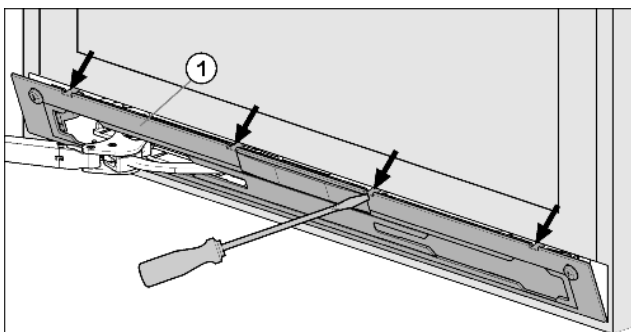

Fig. 8
- ▶ Déclipser le panneau Fig. 8 (1) à l'aide d'un tournevis à fente, puis le retirer.